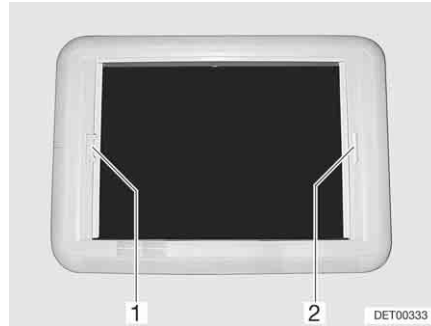

Fig. 68 Claraboya Heki, bloqueo de la persiana
- Tirar del tirador (Fig. 68,2) de la persiana oscurecedora enrollable hacia el asidero opuesto de la mosquitera enrollable (Fig. 68,1) y hacerlos engatillar.
- Con la otra mano, presionar el listón de desbloqueo en el tirador de la mosquitera enrollable (Fig. 68,1), en dirección al tirador. Se suelta el bloqueo.
- Tirar del asidero (Fig. 68,1) de la mosquitera enrollable hacia el asidero opuesto de la persiana oscurecedora (Fig. 68,2) y hacerlos engatillar.
- Sujetar la mosquitera enrollable (Fig. 68,1) por el tirador y empujar el listón de desbloqueo en dirección del asidero. Se suelta el bloqueo.